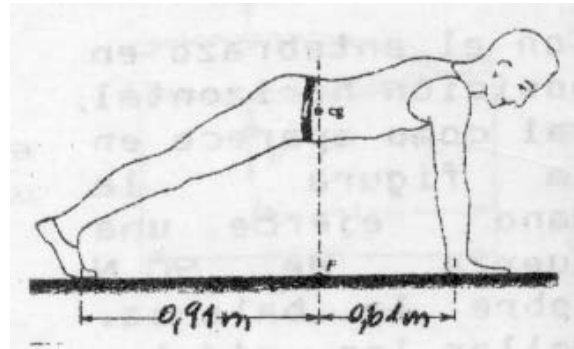

Figura 6.23 Problema 6.22.
- 6.22 La figura 6.23 nos muestra un atleta preparado para hacer un tiburón. Pesa 750N y su centro de gravedad está localizado por encima de un punto P que hay en el suelo. Este punto está a 0,9 m de la punta de sus pies y a 0,6m de sus hombros, ¿Cuáles son las fuerzas ejercidas por el suelo sobre las manos y pies del atleta?